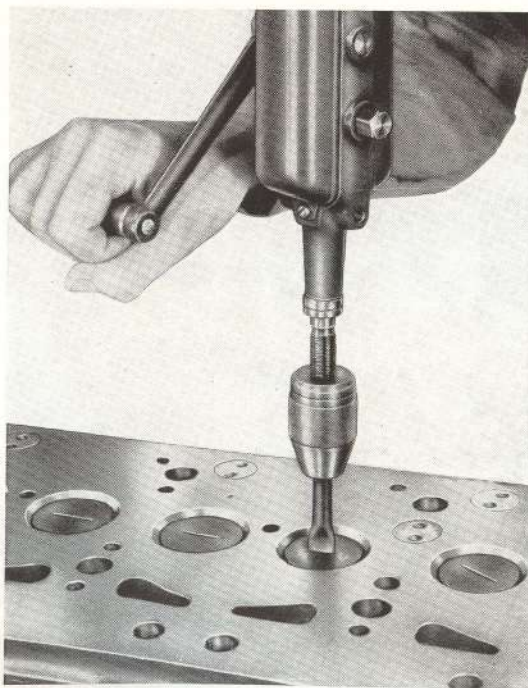

Fig. 81. - Repassage des sièges de soupapes sur la culasse au moyen d'une chignolle munie de foret à langue d'aspic.
- Au moyen d'une chignolle munie de foret à langue d'aspic, imprimer à la soupape un mouvement alternatif d'un quart de tour (fig. 81), en appuyant légèrement jusqu'à ce que l'on sente que l'action de la pâte à roder a diminué; on soulève alors de peu la soupape de son siège, l'on change de position en la tournant un peu et on continue l'opération.